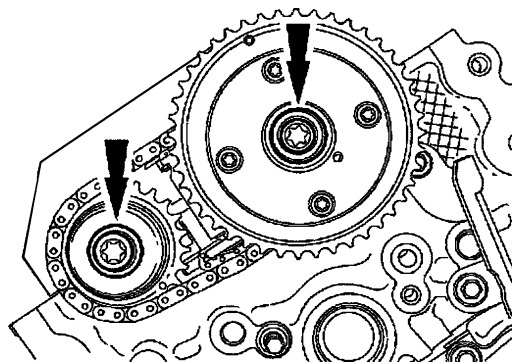

图 15-17 右侧可变凸轮轴正时总成螺栓和
18) 拆下并废弃右侧可变凸轮轴正时总成螺栓和右侧排气凸轮轴链轮螺栓（其识别见图 15-17）。把右侧可变凸轮轴正时总成、次级正时链条和右侧排气凸轮轴链轮一起拆下。